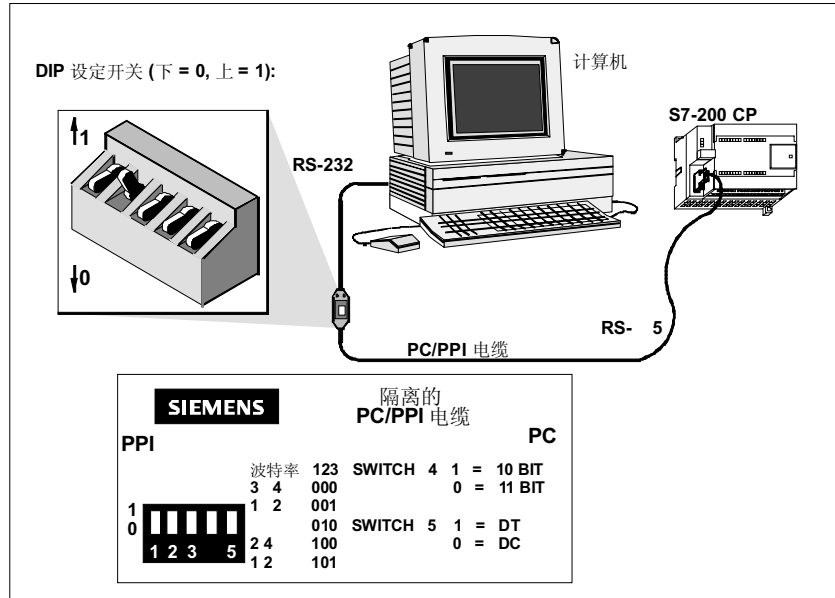

图 7-27 PPI 方式的 CPU 通讯
- 带有 RS-232 口的隔离型 PC/PPI 电缆，用 5 个 DIP 开关设置波特率和其它配置项 (见图 7-27)。有关隔离型 PC/PPI 电缆的技术规范，请参阅附录 A。
为了设置数据通讯设备 (DCE) 模式, 应该把开关 5 设置为 0 或向下位置 (见图 7-27)。为了设置数据终端设备 (DTE) 模式, 应该把开关5设置为 1 或向上位置。表 7-10 是 DTE 模式下 PC/PPI 电缆的引针号和 RS-485 到 RS-232口的功能。表 7-11 DCE 模式下 PC/PPI 电缆的引针号和 RS-485 到 RS-232口的功能。应该注意只有在 DTE 模式下 PC/PPI 电缆才提供 RTS。